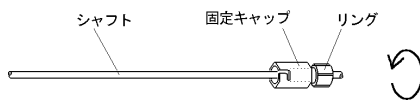

図1.
- ①使用前に、固定キャップのリングを右に回して、固定キャップがシャフトに固定できることを確認すること。[固定できない場合は、使用しないこと](図1参照)